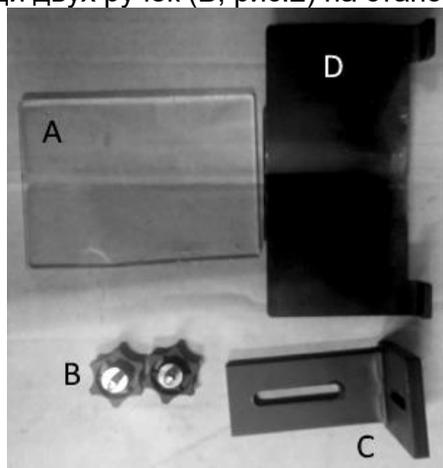

Рис.2
- Установите кронштейн опорного стола (С, рис.2) на станок.
- Установите опорный стол (D, рис. 2) на кронштейн.
- Установите прозрачный экран (А, рис. 2) при помощи двух ручек (В, рис.2) на станок.